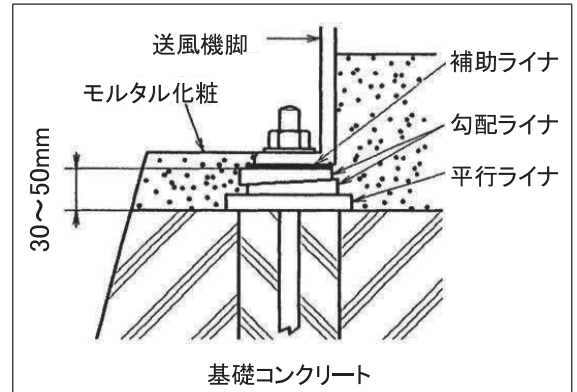

図 4 ライナ配置例
- (3) 平行ライナ 1 枚と勾配ライナ 2 枚を図 4 に示すように送風機の基礎ボルト穴の両側に振り分け配置してください。必要に応じて補助ライナ(厚さ 3mm 以上)を使用してください。基礎ボルト間の距離が 1m を超える場合はさらにその間にライナを設置してください。
- (4) 送風機ベースをライナに乗せ、基礎ボルトを送風機ベースの基礎ボルト穴に通して、箱抜き穴内に垂下せさせてください。